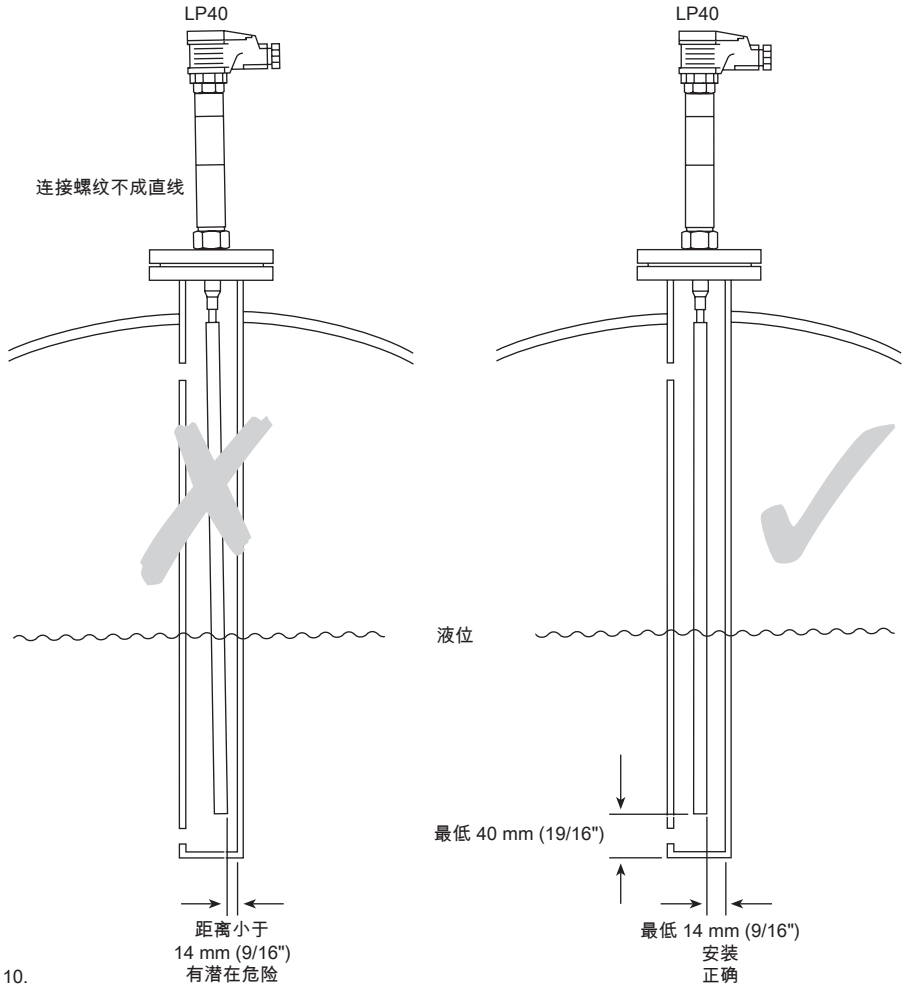

图10.
正确执行时，测试将确保最终的探杆位置距离保护管至少14 mm (9/16")。见图10。
- 保护管孔径不够大和/或不够深 (保护管的内部应该比探头末端深至少40 mm (19/16"), 参见图10) 。